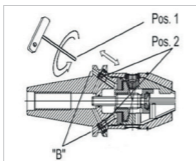

Abbildung 14: Gewindestifte herausdrehen
1. Drehen Sie an der Bohrung „B“ die zwei Gewindestifte mit Hilfe des Innensechskant-Schlüssels mit Quergriff **SW 2,5** gegen den Uhrzeigersinn, bis die Gewindestifte an Pos. 2 anliegen (siehe „Abbildung 14: Gewindestifte herausdrehen“).